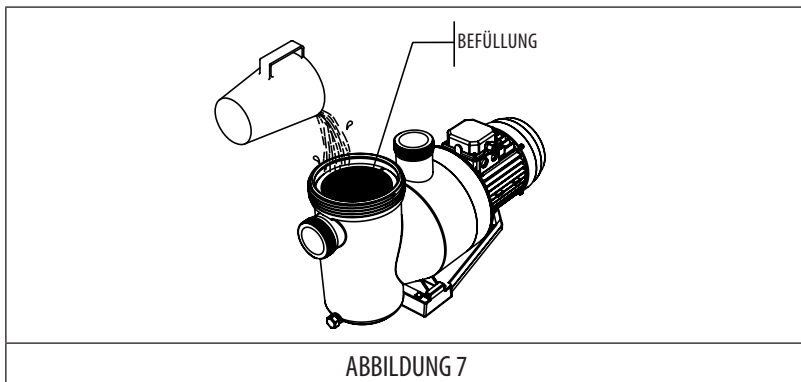

ABBILDUNG 7
- Die Pumpe ist selbstansaugend, zur Vereinfachung des Vorgangs ist es zwingend notwendig, den Vorfilter vor der ersten Inbetriebnahme mit Wasser zu befüllen. (ABBILDUNG 7).